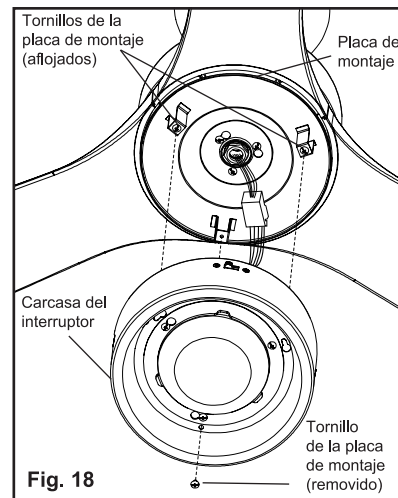

Fig. 18
Paso 2. Conecta los enchufes entre sí. (Fig. 18)
Paso 7. Introduce los cables conectados cuidadosamente en la carcasa del interruptor. Coloca las ranuras en la carcasa del interruptor sobre los 2 tornillos de la placa de montaje que se habían aflojado. Gira la carcasa del interruptor (hacia la derecha) hasta que se coloque en su sitio contra los tornillos de la placa de montaje en los extremos estrechos de las ranuras. (Fig. 18)
Alinea el orificio restante en la carcasa del interruptor con el orificio restante en la placa de montaje. Instala el tornillo de la placa de montaje que se retiró anteriormente de la placa de montaje (**CÓMO INSTALAR LA PLACA DE MONTAJE: Página 15, Paso 1, Fig. 15**) en los orificios alineados. Aprieta los 3 tornillos de la placa de montaje para colocar la carcasa del interruptor. (Fig. 18)